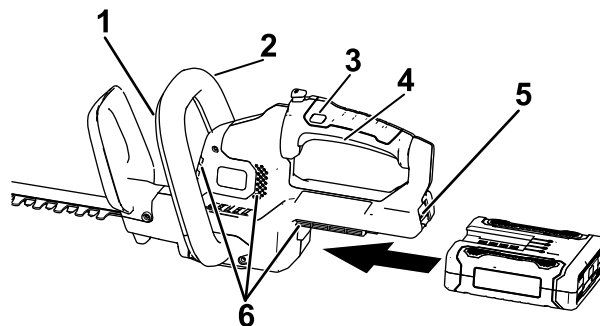

Figure 4
3. Alignez le creux de la batterie sur la languette dans le corps de la poignée, saisissez la poignée et poussez la batterie dans la poignée jusqu'à ce que le verrou s'enclenche en position (Figure 4).
4. Placez une main sur la poignée d'actionnement. Placez l'autre main sur la poignée auxiliaire (Figure 4).
actionnant le commutateur de poignée auxiliaire pour mettre le taille-haie en marche (Figure 4).
Le taille-haie reste en marche tant que vous appuyez sur le commutateur de poignée auxiliaire et la gâchette. Vous pouvez relâcher le commutateur de verrouillage lorsque le taille-haie a démarré (Figure 4).
1. Relâchez la poignée d'actionnement ou le commutateur de poignée auxiliaire (Figure 4).